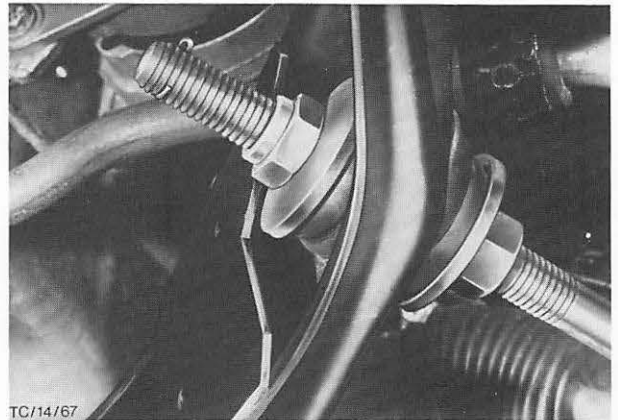

Abb. 46 Haltemutter der Zugstrebe
4. Splint entfernen und vordere Haltemutter sowie Unterlagscheibe und Gummilager abnehmen. Abb. 46.